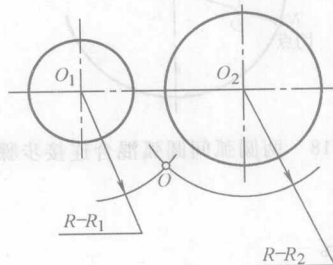

图 1-13 两圆弧间圆弧内接步骤二
2) 分别以  $(R - R_1)$  和  $(R - R_2)$  为半径， $O_1$  和  $O_2$  为圆心，画圆弧相交于  $O$  点，如图 1-13 所示。